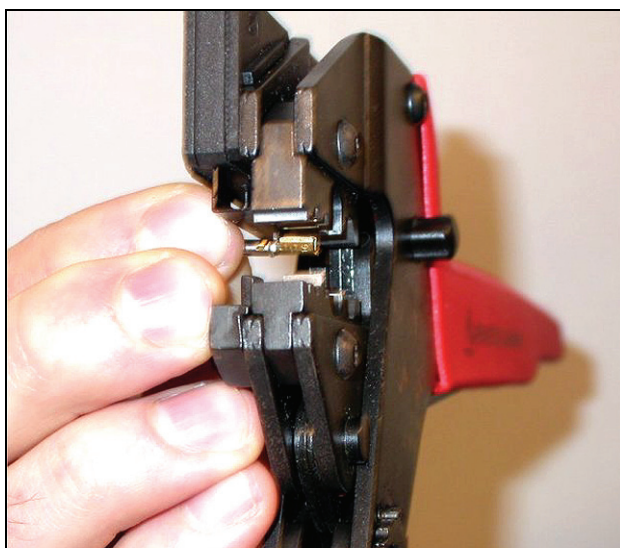
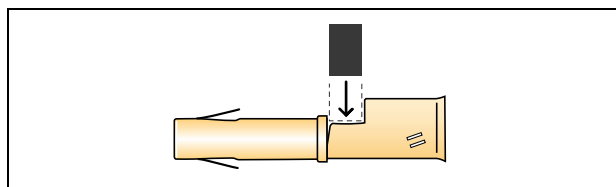

figura 30.12: Engarce del contacto de un conector (1)
figura 30.13: Colocación del contacto de un conector
- 10 Coloque un contacto del conector en la herramienta engarzadora (herramienta 3, consulte figura 30.12). La parte superior de la herramienta engarzadora contiene un resalto para colocar el contacto del conector en la herramienta (consulte figura 30.13).